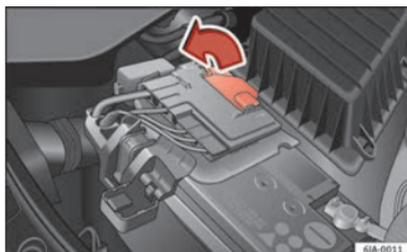

Abb. 211 Batterie: Öffnen der Abdeckung
- Öffnen Sie die Batterieabdeckung in Pfeilrichtung »» **Abb. 211**.